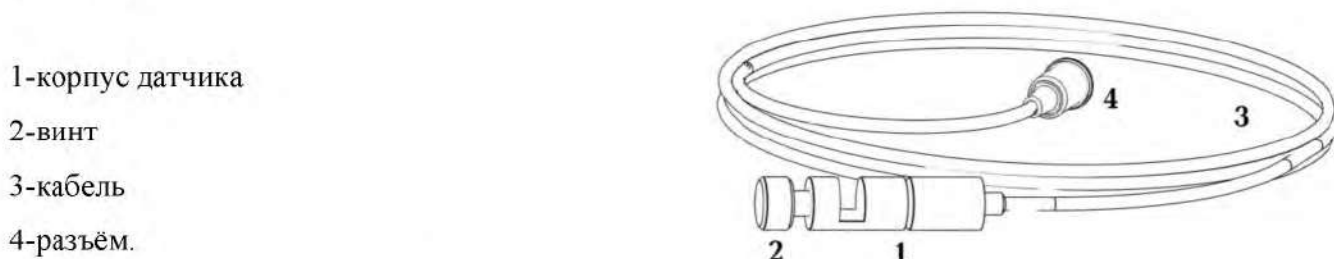

Рис.7 Датчик частоты вращения коленчатого вала
2.3.6 Подключить датчик частоты вращения коленчатого вала (рис. 7) к разъему измерительного блока.
Установить датчик частоты вращения коленчатого вала на топливной трубке 1-го цилиндра, зажав датчик винтом 2 (рис. 7). Запустить двигатель и прогреть его, используя нагрузочные режимы или многократное повторение циклов свободного ускорения. Температура должна быть в пределах, установленных предприятием – изготовителем, но не ниже 60°C. Измеряют значения $n_{\min}$ и $n_{\max}$, которые должны быть в пределах, установленных предприятием – изготовителем. Выход из режима – кнопкой "Enter".